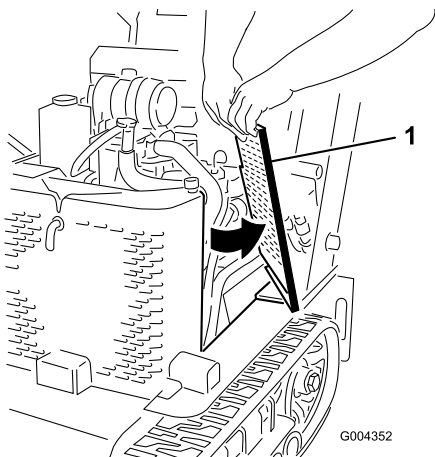

Рисунок 27
2. Сдвиньте вверх боковые решетки (Рисунок 27) и извлеките их из пазов передней решетки и рамы.